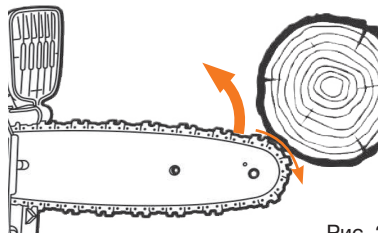

Рис. 2
- Будьте предельно внимательны и не подносите носок пильной шины до касания с предметом, это вызывает мгновенный обратный удар, при котором шина будет резко отброшена назад и вверх по направлению к оператору (Рис.2)